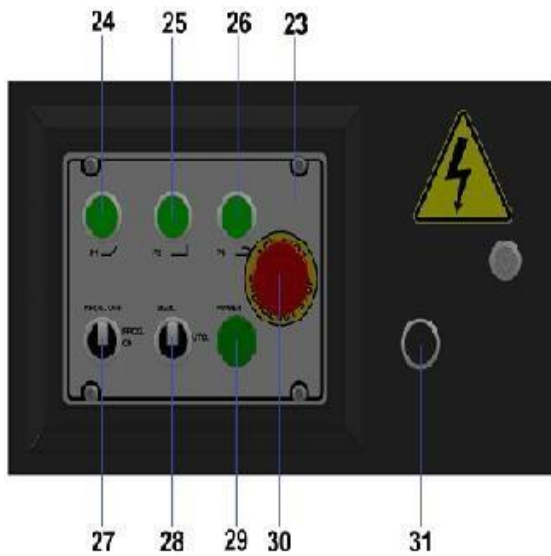

Figure 5: 220V Manual Machine Control Buttons
- Sélectionnez la forme de pliage à partir des boutons du panneau de commande. (Figure : 5 N° : 24,25,26)
- Ajustez la vitesse de la machine à l'aide du contrôleur de vitesse (Figure:5 No:31) Une fois que la vitesse de la machine a diminué, la vitesse de rotation du disque de pliage diminuera et la puissance de la machine (capacité de pliage) augmentera. Et lorsque la vitesse est augmentée, la vitesse de rotation du disque de pliage augmentera et la puissance de la machine (capacité de pliage) diminuera.
- Sur les cintrages d'étriers, basculer le PROG. Bouton ON-OFF à (Figure 5 : No : 27) position « ON » et max. 9 flexions différentes sont ajustées à la fois et la flexion peut être effectuée dans l'ordre ajusté.
Une fois le réglage terminé, basculez le bouton MAN-AUTO (Figure : 5 No : 28) sur la position AUTO et commencez le pliage en série.
- En cas d'urgence, la machine peut être arrêtée en appuyant sur le « bouton d'arrêt d'urgence2 » sur le panneau de commande. (Figure : 5 N° : 30)
- En cas d'urgence, la machine peut être arrêtée en appuyant sur le « bouton d'arrêt d'urgence2 » sur le panneau de commande. (Figure : 5 N° : 30) Lorsque vous commencez à plier, la machine redémarre à partir du dernier programme réglé.